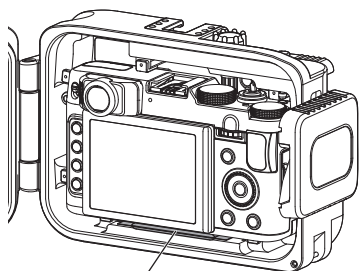

図6
- 気温と水温の差が大きい、または長時間の撮影等でカメラが熱を持った場合などに、本製品内部で発生する結露により、本製品のレンズ内側が曇ることがあります。結露を軽減するために、オプションのシリカゲル(62108)を図6のようにお使いください。